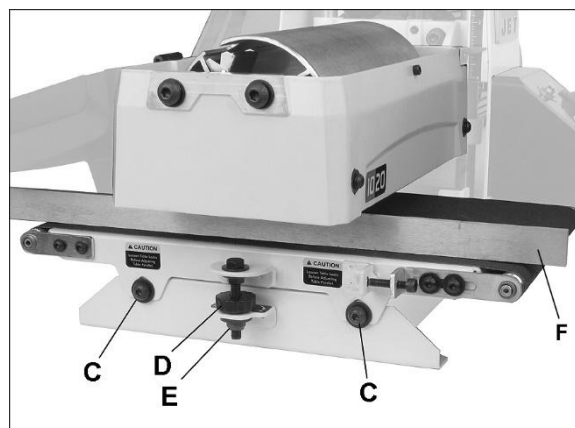

Abb. 8-3: Trommelausrichtung
3. Die Einstellschrauben (B, Abb. 8-3) auf beiden Seiten des Vorschubbandes mit einem 5-mm-Inbusschlüssel verstellen. Beiderseits gleich, um auf beiden Seiten in etwa die gleiche Bandspannung zu erhalten.
3. Die Lehre (F, Abb. 8-3) auf der Außenseite der Trommel zwischen Trommel und Vorschubtisch einführen.
1. Beide Tisch-Feststellschrauben (C, Abb. 8-3) mit einem 5mm Inbusschlüssel lösen.